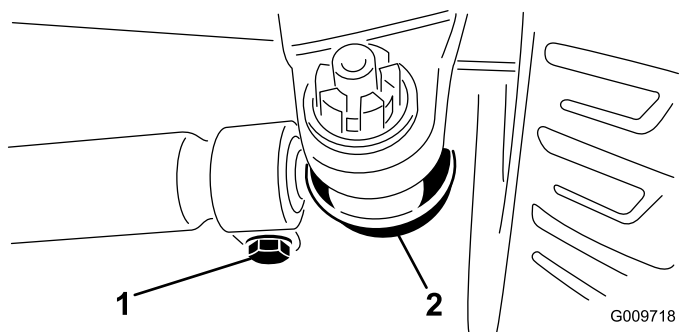

Figura 60
2. Per regolare, togliete la coppiglia e il dado da uno dei giunti a sfera del tirante (Figura 60).
4. Allentate i fermi su entrambe le estremità dei tiranti (Figura 60).